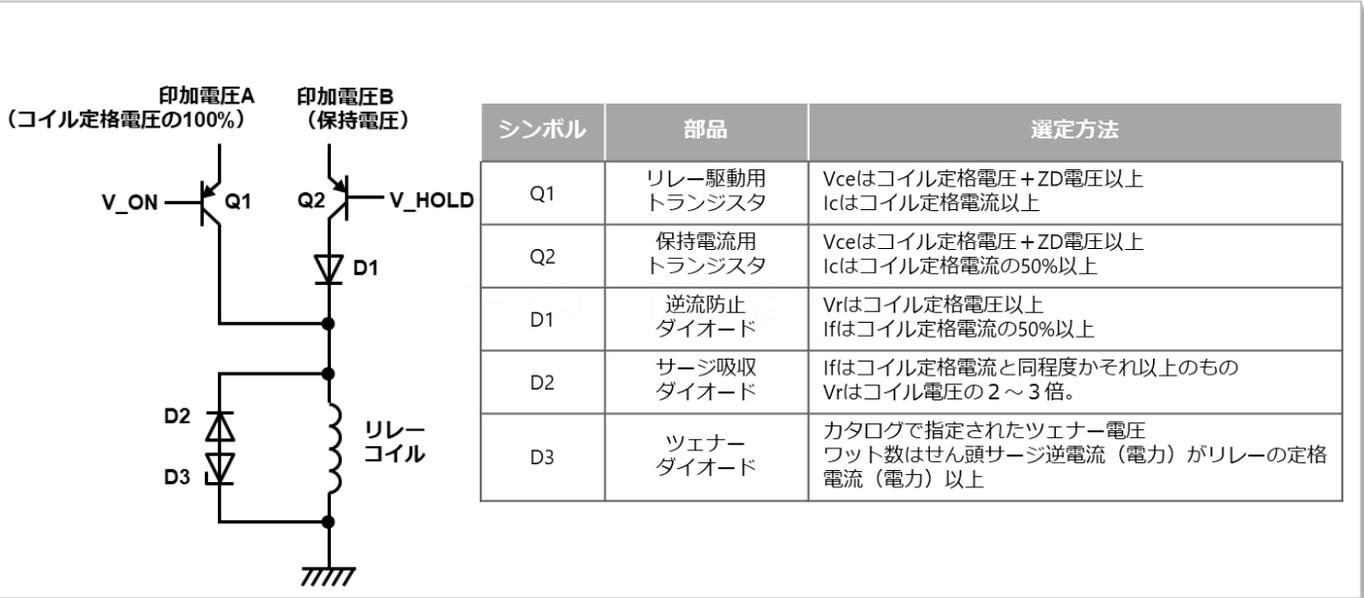
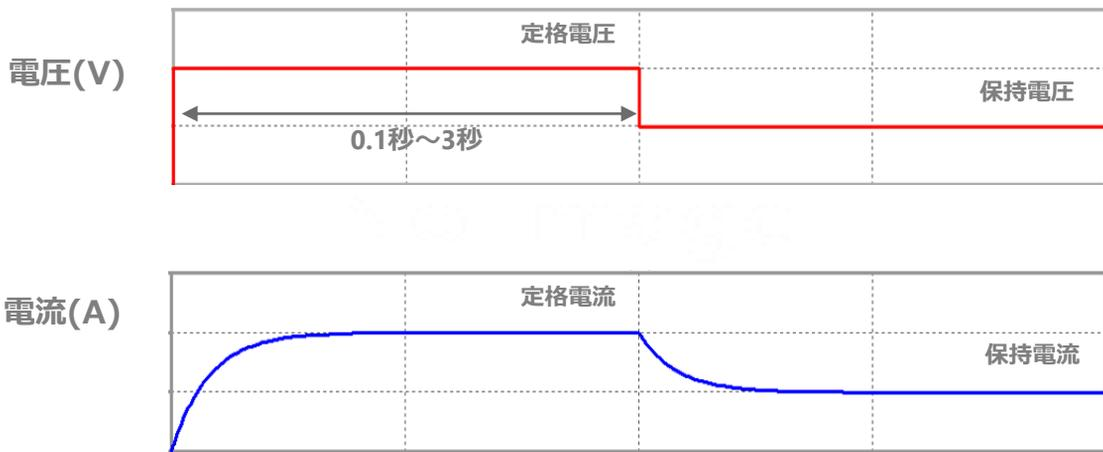

図12:スイッチによる推奨保持電圧回路例、周辺部品の選定方法
図13:スイッチによる保持回路におけるコイル電圧・電流波形例
コイル定格電圧 (A)とは別にコイル保持用の低電圧 (B)を用意できる場合は、スイッチによる切替で保持電圧へ切り替えることが可能です。50%の電圧へ切り替えると、電流も50%に半減するため、回路全体の消費電力を定格の1/4と大きく削減することができます。(図12、図13)